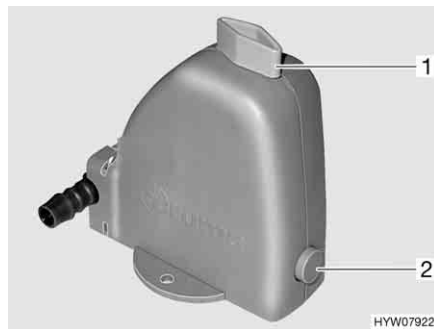

Bild 144 Varmvattenberedarens säkerhets-/avtappningsventil
Varmvattenberedaren är utrustad med en säkerhets-/avtappningsventil (Bild 144). Säkerhets-/avtappningsventilen gör så att vattnet i varmvattenberedaren inte kallnar när det är frost och värmen inte är påslagen.
- Säkerhets-/avtappningsventilen stängs. Ställ vredet (Bild 144,1) diagonalt mot säkerhets-/avtappningsventilen och tryck in tryckknappen (Bild 144,2).
- Öppna säkerhets-/avtappningsventil. Vrid då vredet (Bild 144,1) mot säkerhets-/avtappningsventilen. Tryckknappen (Bild 144,2) skjuts ut. Nu töms varmvattenberedaren via säkerhets-/avtappningsventilen utomhus.